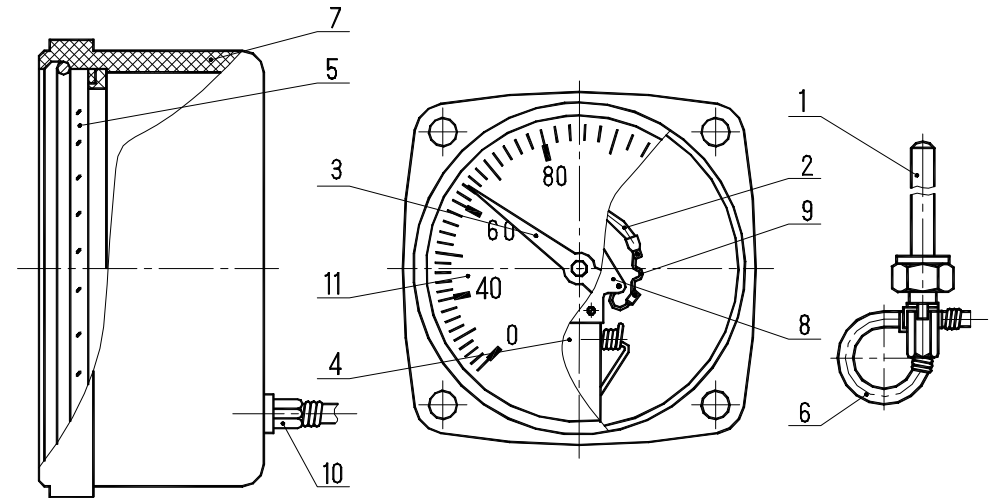

Рисунок 2 - Конструкция термометра:
10.2 Подрегулирование производить следующим образом. Поместить термобаллон 1 (см.рисунок 2) в термостат с температурой, соответствующей нижнему пределу измерений. Если стрелка 3 термометра устанавливается выше или ниже требуемой отметки шкалы циферблата 11, то окрыть прибор, отвернув ниппель 10, освободить корпус 7 от держателя 4. Затем, не вынимая термобаллон из термостата с температурой, соответствующей нижнему пределу измерений, установить стрелку на ось так, чтобы ее указательный конец находился напротив требуемой отметки с отклонением не более  $\pm 0,5$  деления шкалы. Погрузить термобаллон в термостат с температурой, соответствующей верхнему пределу измерений и, после истечения 10 минут, зафиксировать положение стрелки.